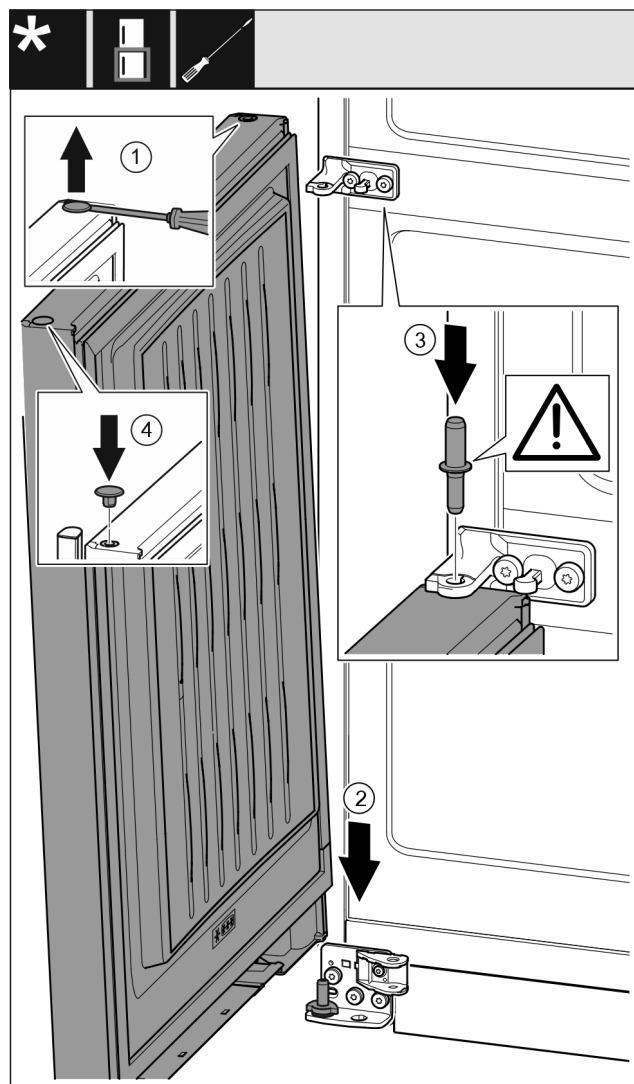

Fig. 57
- ▶ Sollevare il tappo Fig. 57 (1) con cautela con un cacciavite a intaglio ed estrarlo.
- ▶ Inserire la porta Fig. 57 (2) dall'alto sul perno di supporto inferiore.
- ▶ Inserire il perno di supporto centrale Fig. 57 (3) attraverso il blocco di supporto centrale nella porta inferiore. Facendo ciò assicurarsi che la camma di arresto sia rivolta all'indietro.
- ▶ Reinsertare il tappo Fig. 57 (4) sull'altro lato della porta.